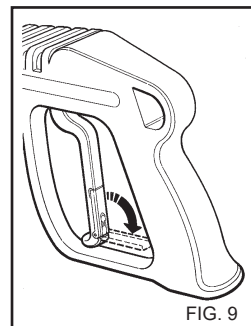

FIG. 9
- Lukitse laitteen varressa oleva turvalaite silloin, kun laitetta ei käytetä. (fig. 9).